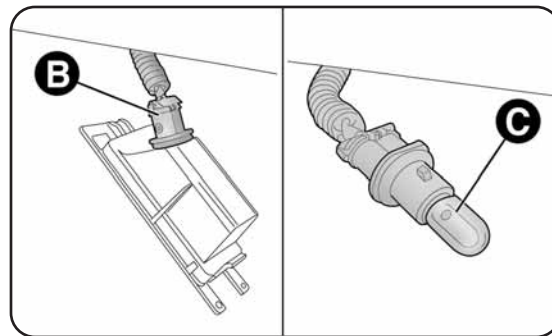

fig. 25
- ruotare in senso orario il portalamпада B-fig. 25;